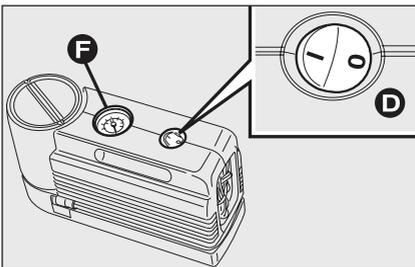
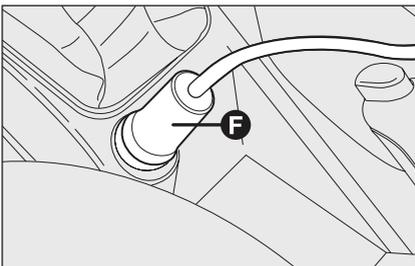

Рис. 10
Рис. 11
- Переконайтеся, що вимикач **D** (рис. 10) компресора знаходиться в положенні **O** (вимкнуте), запустіть двигун автомобіля, приєднайте вилку електричного рознімання компресора **E** (рис. 11) до найближчого гнізда прикурювача і увімкніть компресор поворотом вимикача **D** (рис. 10) у положення **1** (увімкнуте). Накачайте шину до тиску, що зазначений в параграфі "Тиск повітря в шинах" глави "Технічні характеристики".
- Для одержання точного результату перевіряйте тиск за манометром **F** (рис. 10) при компресорі, що вимкнений.